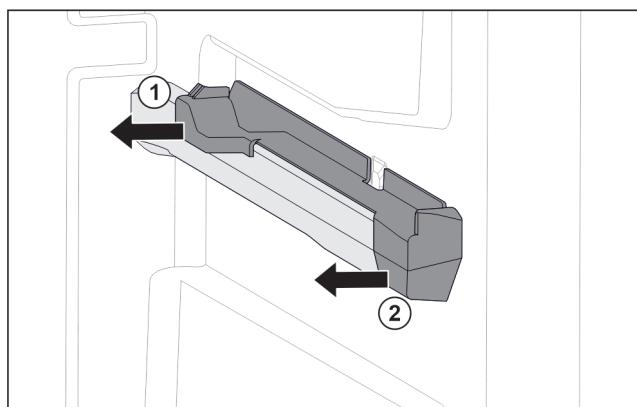

Fig. 58 Násuvný diel na pravom rebre nádoby
- Stiahnite násuvný diel vzadu do strany. Fig. 58 (1)
- Stiahnite násuvný diel vpredú do strany. Fig. 58 (2)